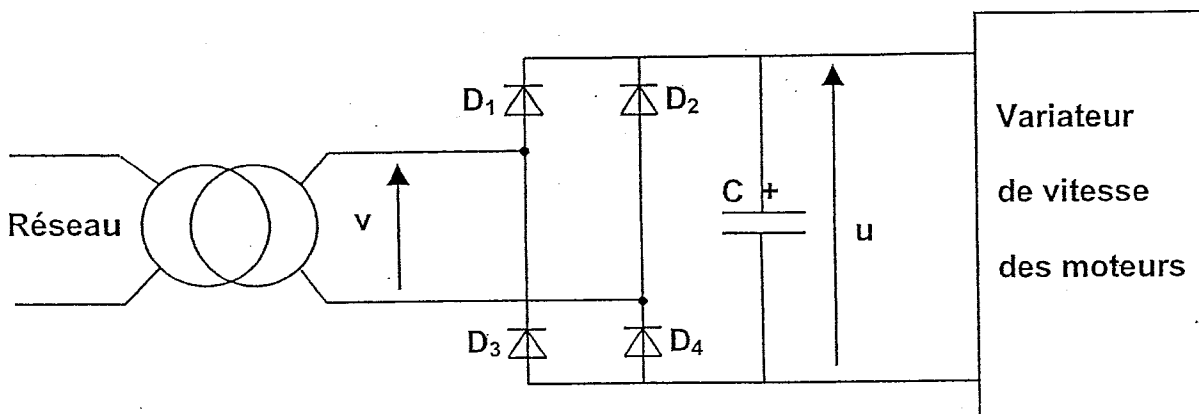

Figure 3
2. Placer sur le schéma de la figure 3 du document réponse, la masse et la voie A de l'oscilloscope qui permettraient de visualiser la tension u.